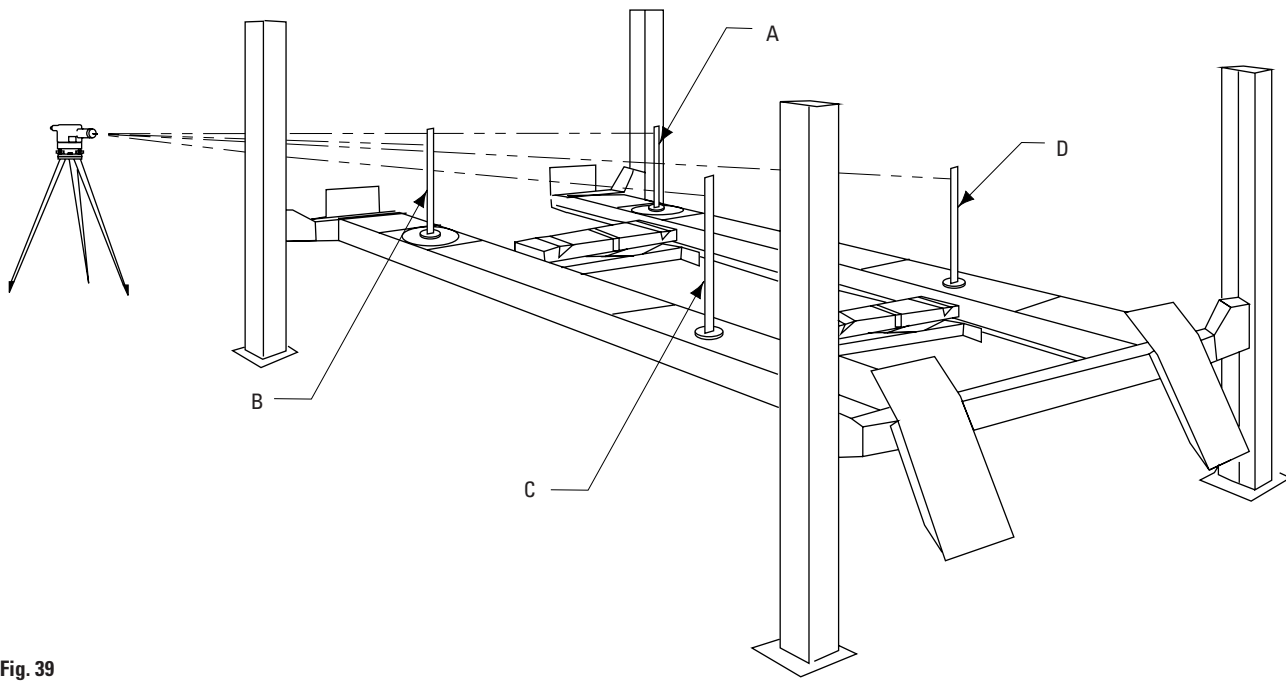
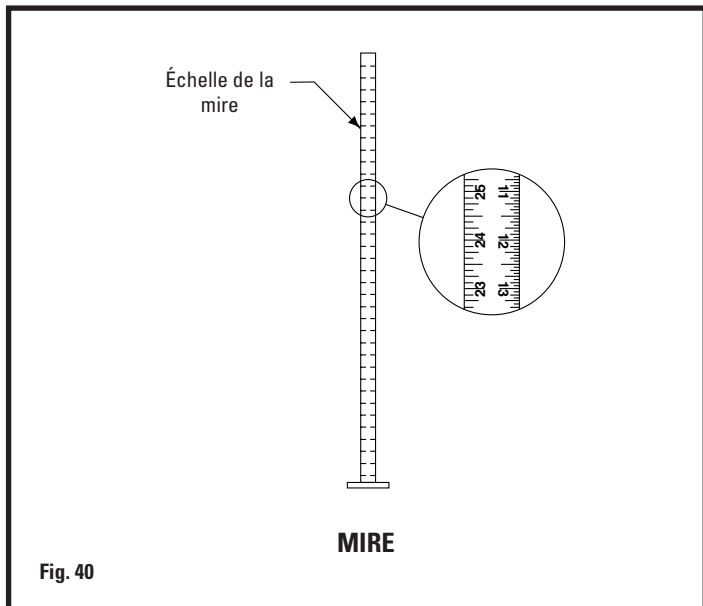

Fig. 39
Fig. 40
- D. En commençant par la position "A", Fig. 39, pointer le niveau sur la mire, puis marquer le chiffre ou la graduation sur l'échelle en pouce de la mire qui est alignée avec les lignes de foi du niveau, Fig. 40.
- E. Ensuite, déplacer la mire, puis la placer sur la jauge du rayon de braquage au point "B", Fig. 39.
- G. Ajuster l'écrou de réglage sur le goujon de réglage de la plaque de verrouillage au sommet de la colonne, au point "B", Fig. 39, en desserrant le contre-écrou et en tournant l'écrou de réglage jusqu'à ce que les lignes de foi du niveau s'alignent sur le trait de repère à l'échelle de la mire.
- I. Toujours vérifier toujours le niveau des chemins de roulement pour s'assurer que les quatre plaques de verrouillage sont ajustées correctement. Commencer au point "A", puis vérifier à nouveau les points "B", "C" et "D", Fig. 39. Réajuster, le cas échéant. Les chemins de roulement sont maintenant de niveau aux quatre points.